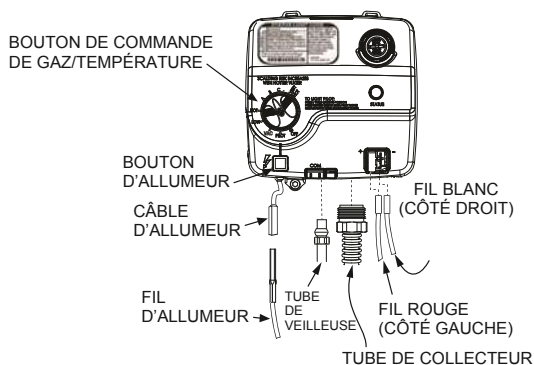

FIGURE 25. DÉPOSE DE LA VANNE DE RÉGULATION DE GAZ
4. Débrancher le fil d'allumeur du câble d'allumeur. Utiliser une pince à bec fin pour débrancher les fils rouge (+) et blanc (-) de la thermopile. Déconnecter le tube de veilleuse (clé de 7/16 po) et le tube de collecteur (clé de 3/4 po) au niveau de la vanne de régulation de gaz thermostatique. Voir **Figure 25** (page 32).